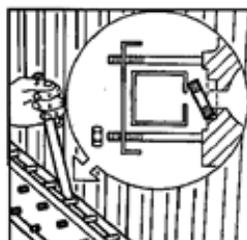
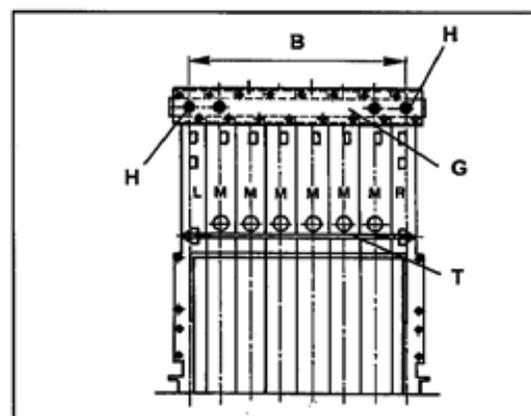

Fig. 10
Fig. 13
Mettre en place les 3 tiges d'assemblage (T) et régler la côte d'écartement B à l'avant et à l'arrière (Tableau et Fig. 13).
Écarter le collecteur retour du corps fonte de 15 à 20 mm à l'aide d'un levier (burin - tournevis). Intercaler les joints en biais en plaçant le bas dans le logement et le haut contre le collecteur (Fig. 10 et 11).
ATTENTION à la tenue des tiges d'assemblage (T) puis, retirer les plaques de montage "A" du collecteur Départ et mettre en place la plaque de serrage (G) (Fig. 13). Procéder de la même façon que pour le collecteur Départ pour la mise en place des joints (Fig. 10 et 11).